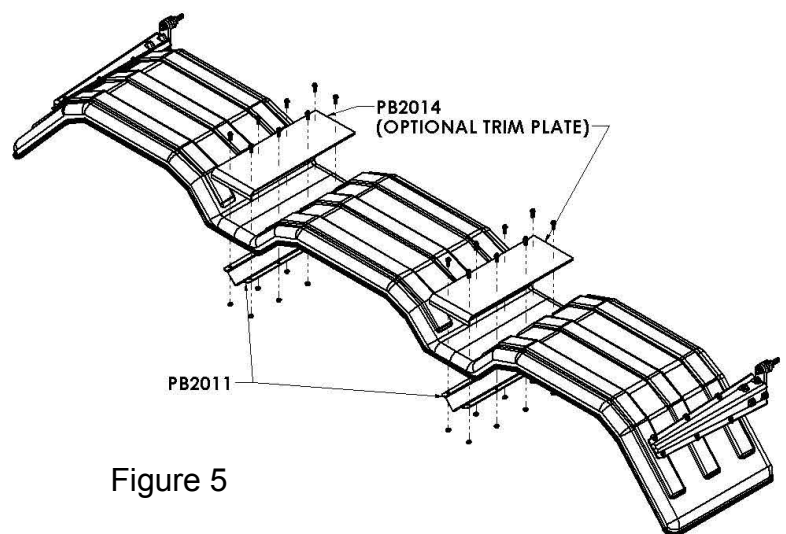

Figure 5
- D. Vérifiez que l'équerre centrale et la plaque pour tailler (si achetée) sont entre les deux ailes (Figure 5).